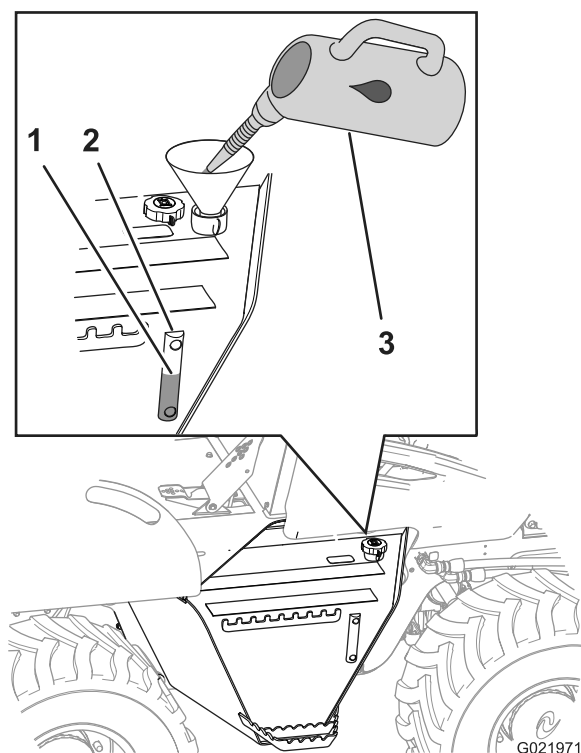

Figura 94
1. Llene el depósito de aceite hidráulico con el aceite hidráulico especificado hasta que el nivel del líquido llegue al punto medio de la mirilla (Figura 94).
3. Coloque el respiradero / tapón de llenado (Figura 94).